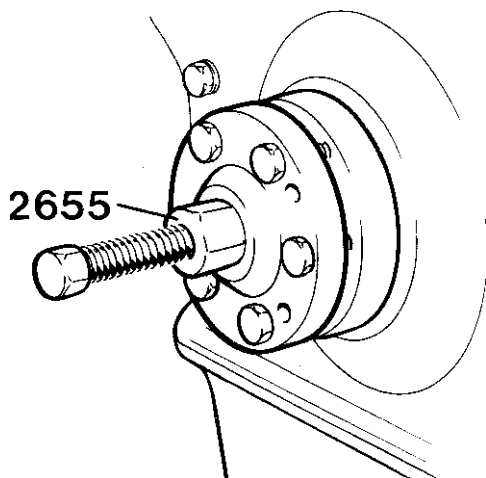

Fig. 69. Demontering av polygonnav
3. Demontera polygonnavets centrumskruv, ta bort brickan och dra av navet med avdragaren 2655 (fig. 69).